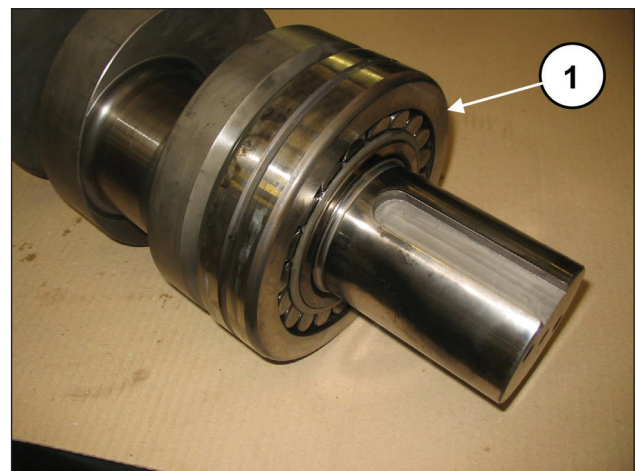
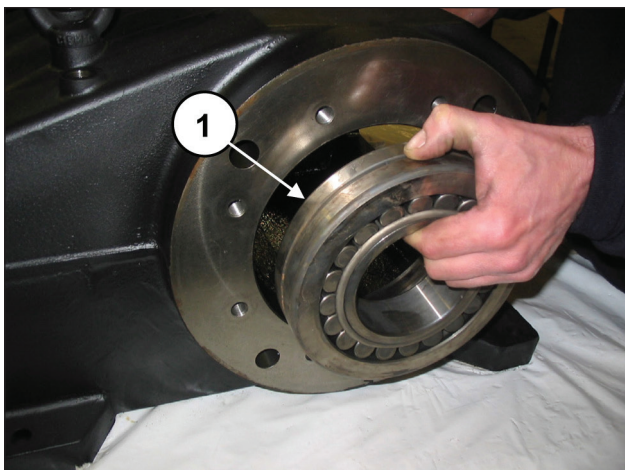

Fig. 42
Fig. 43
Prémonter le roulement côté prise de force sur l'arbre jusqu'en butée (rep. ①, Fig. 42) et monter le roulement côté opposé sur le carter (rep. ①, Fig. 43).
**La bague interne du coussinet Fig. 43 est conique. Vérifier que la conicité va de l'extérieur vers l'intérieur pour recevoir correctement la douille.**